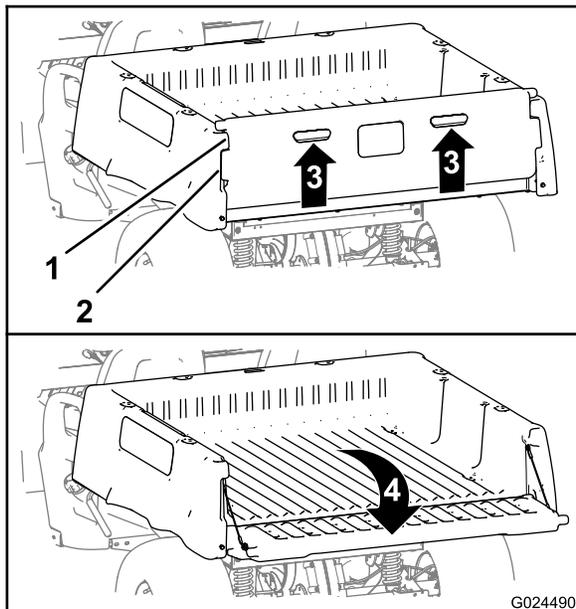

図 16
2. テールゲートのバックパネルについているフィンガーグリップを持ち上げる 図 16。
3. テールゲートのロックフランジを、荷台のテールゲートフランジの開口に合わせる 図 16。
4. テールゲートを後方に倒す 図 16。
6. テールゲートを立てて閉じ、ロックフランジテールゲート側がテールゲートポケット荷台側と面一になるようにする 図 16。
7. 荷台の背部まで、テールゲートを下げる 図 16。